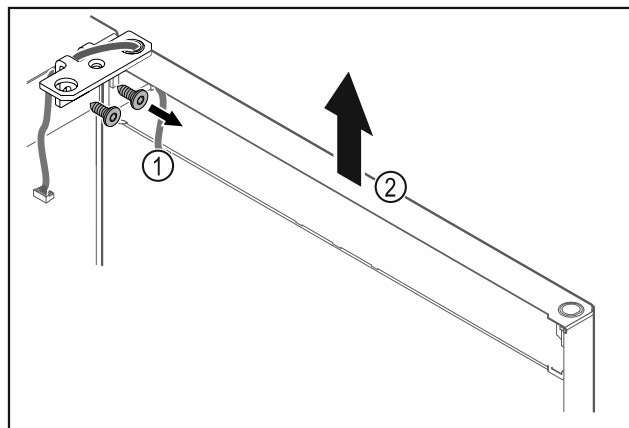

Fig. 24
- Deșurubați Fig. 24 (1) colțarul balamalei.
- Ridicați ușa inclusiv colțarul balamalei Fig. 24 (2) aproximativ 200 mm drept în sus și detașați-o.